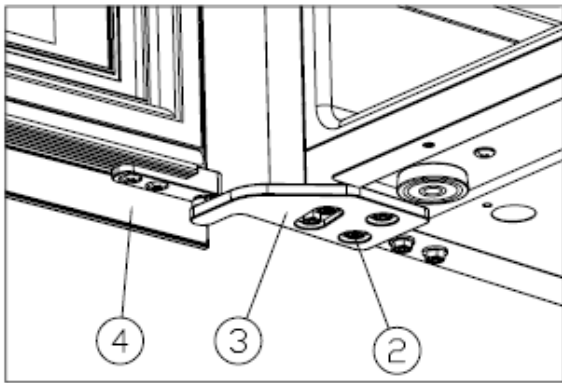

Figure 5
Installez la charnière supérieure droite (3), et serrez les vis M5\*16 (2). [Figure 5]